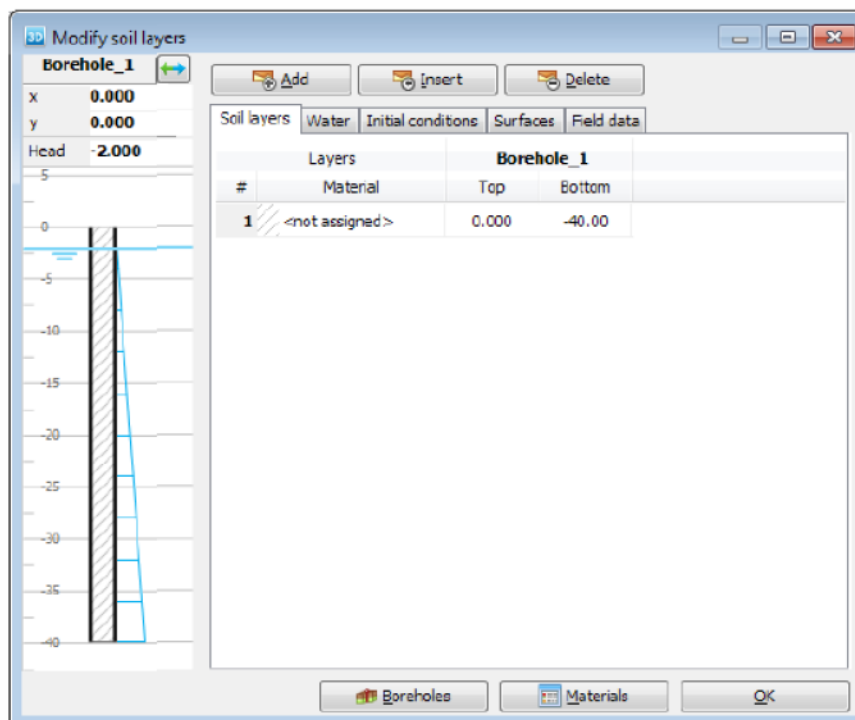

图 1.4 修改土层窗口(Modify soil layers)
- 3) 钻孔柱状中水头值设为 $-2m$, 如图 1.4 所示。